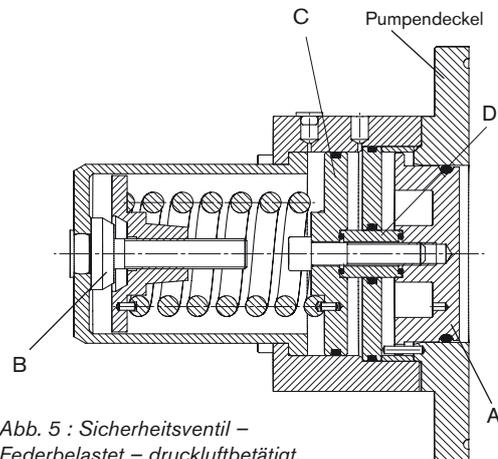

Abb. 5 : Sicherheitsventil – Federbelastet – druckluftbetätigt, teilweise geöffnet
Abb. 5 zeigt das Ventil im teilweise geöffneten Zustand. Der Druck des Mediums im Innern des Rotorgehäuses hat den Ventilkopf (A) über die Abstandshülse und den CIP/SIP-Kolben gegen die Kraft der Feder angehoben.